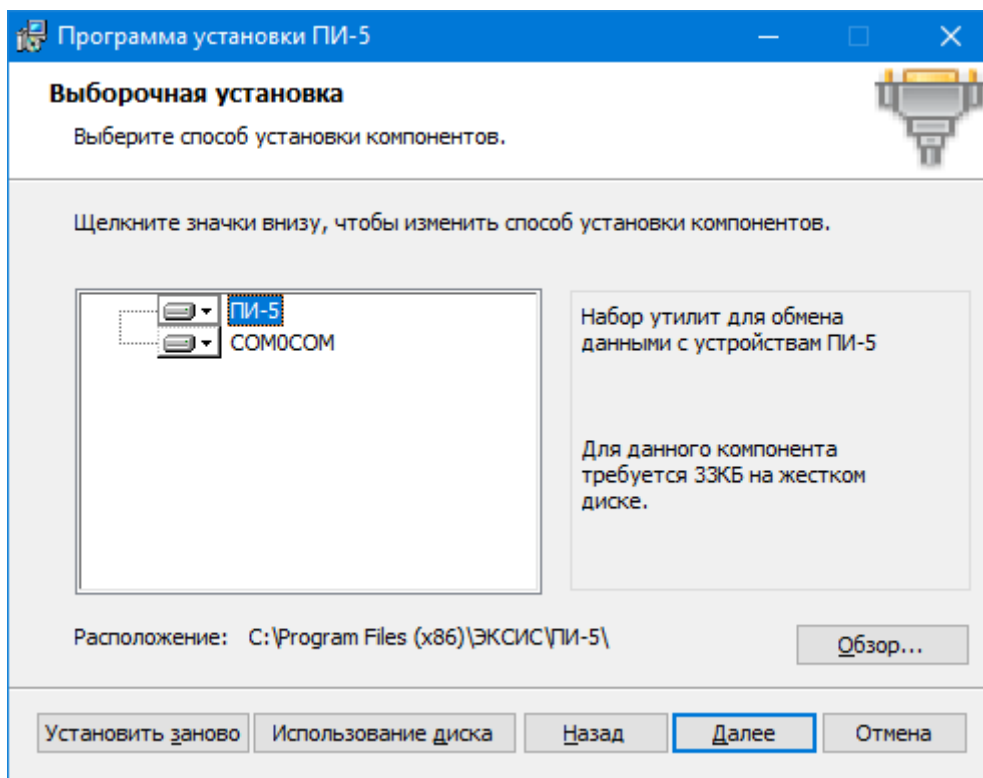

Рис. 2.4. Выбор места установки программы
3. Выбор устанавливаемых компонентов программного комплекса (рис. 2.4) и его местоположения. Программный комплекс может быть установлен в любую папку по выбору пользователя. Утилита com0com устанавливается в подпапку COM0COM, расположенную в папку с программным комплексом ПИ-5.